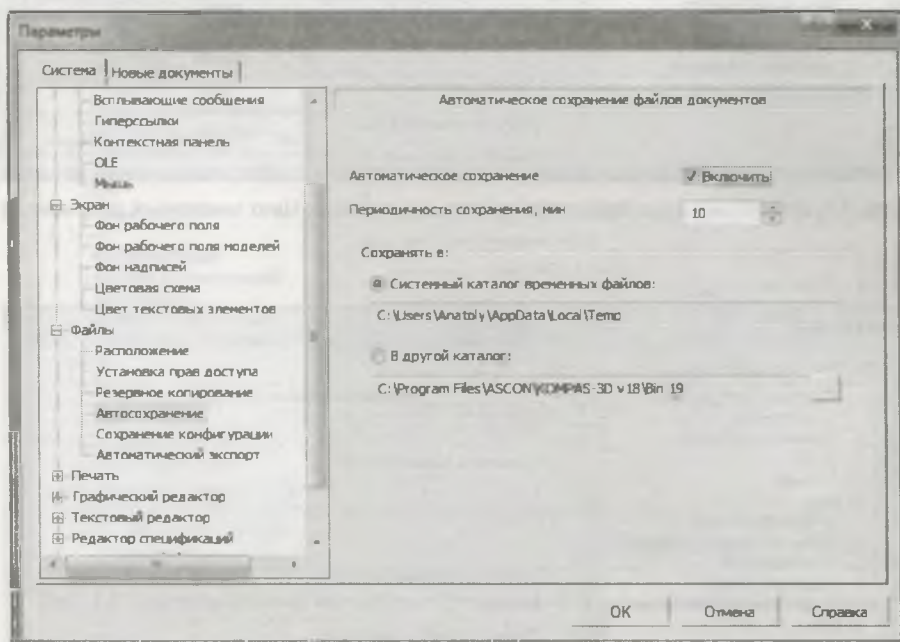

Рис. 4.8. Диалоговое окно **Параметры** с открытой панелью **Автоматическое сохранение файлов документов**
- ◆ щелкните ЛК по пункту **Автосохранение** — в правой части откроется вкладка **Автоматическое сохранение файлов документов** (рис. 4.8);